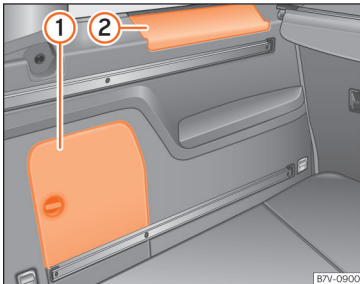

Abb. 167 Im Gepäckraum: seitliches Ablagefach.
Seitlich im Gepäckraum befinden sich weitere Ablagefächer » **Abb. 167** ① und ②. Zum